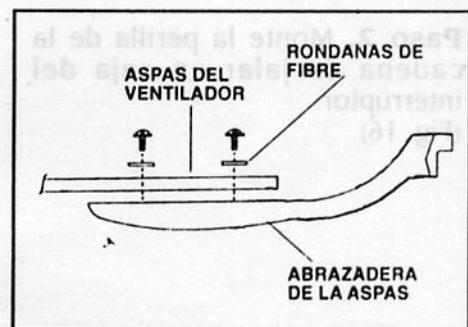

FIG. 14
Paso 1. Monte la aspa a la abrazadera de la aspa usando los tornillos que vienen con el paquete. Apriete los tornillos firmemente. Repita con todas las aspas. (Fig 14.)